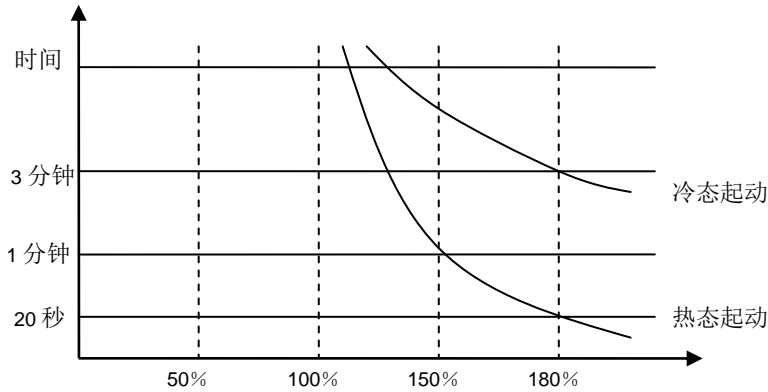

图 6-32 电子热保护
- 为了对不同的电机进行过热保护, 可通过 F9-01 的值来设定电机过载时的电流曲线。如图 6-32 所示。